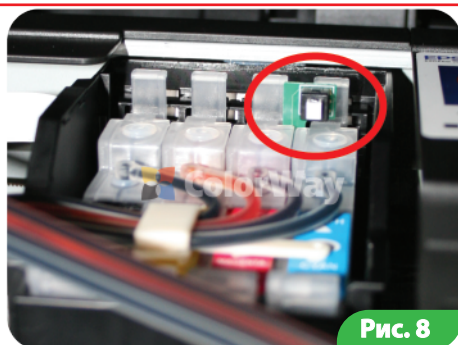

Рис. 8
6.3. Когда каретка с картриджами находится в положении замены, нажмите на кнопку чипа и подержите ее нажатой в течение 5 секунд (Рис. 8), делайте это осторожно, чтобы не сломать кнопку. Эта процедура имитирует физическую замену закончившегося картриджа на новый.